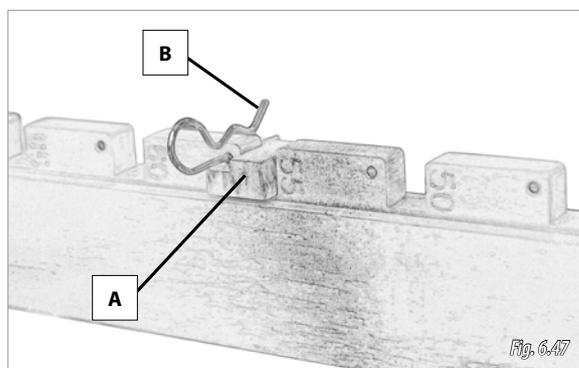

Fig. 6.47
- 1- Sacar los pasadores (B, Fig. 6.47) de los elemento y retirar los topes de apertura (A, Fig. 6.47).
- 2- Sacar todos los pasadores (B, Fig. 6.47) y retirar los topes de apertura (A, Fig. 6.47).